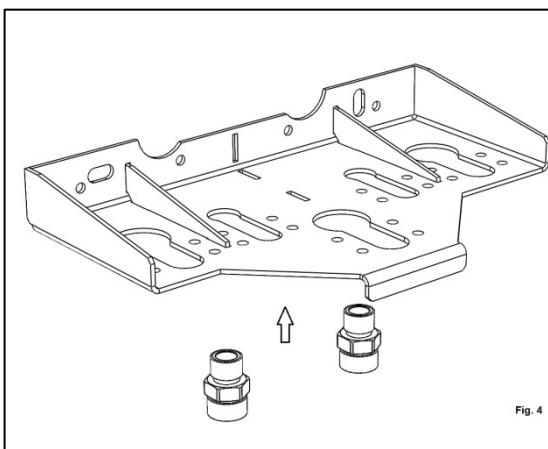
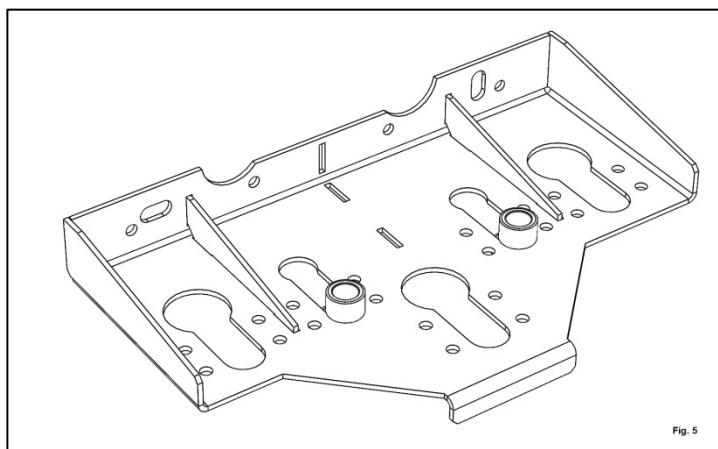

Fig. 4
Fig. 5
4. Se poziționează racordurile E, pe placă P, în poziția indicată în Fig. 5, prin introducerea tronsonului superior în găurile din placă (Fig. 4), și deplasarea de-a lungul decupării.